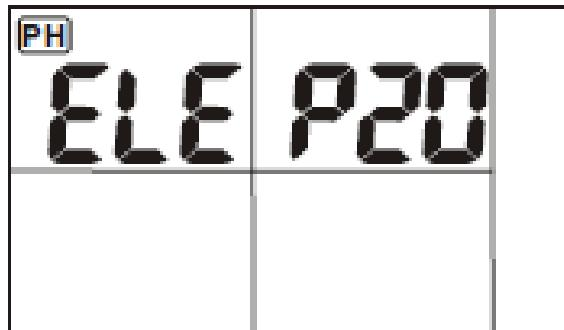

Рис. 4
1. Увійдіть до режиму установки, натисніть кнопку « $\Delta$ » або « $\nabla$ », щоб увійти до екранного режиму ELE P20 (рис. 4).